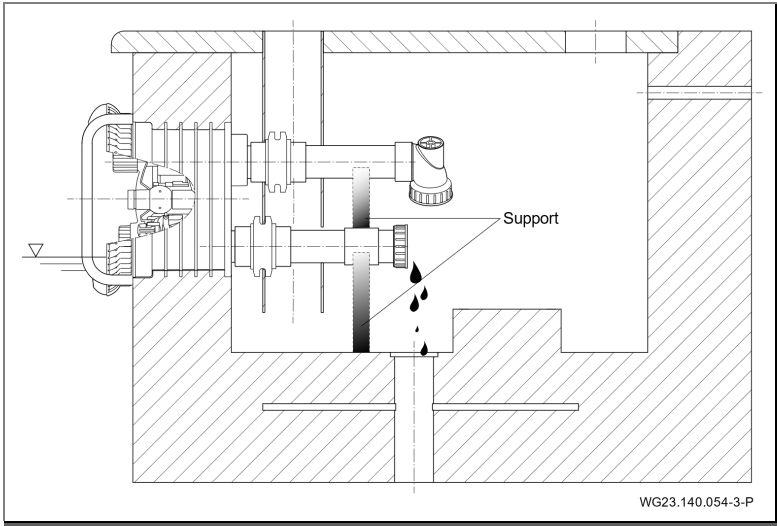

Fig. 28
- 3. Soulager les tuyauteries d'aspiration et de refoulement par des supports. Voir "Fig. 28".